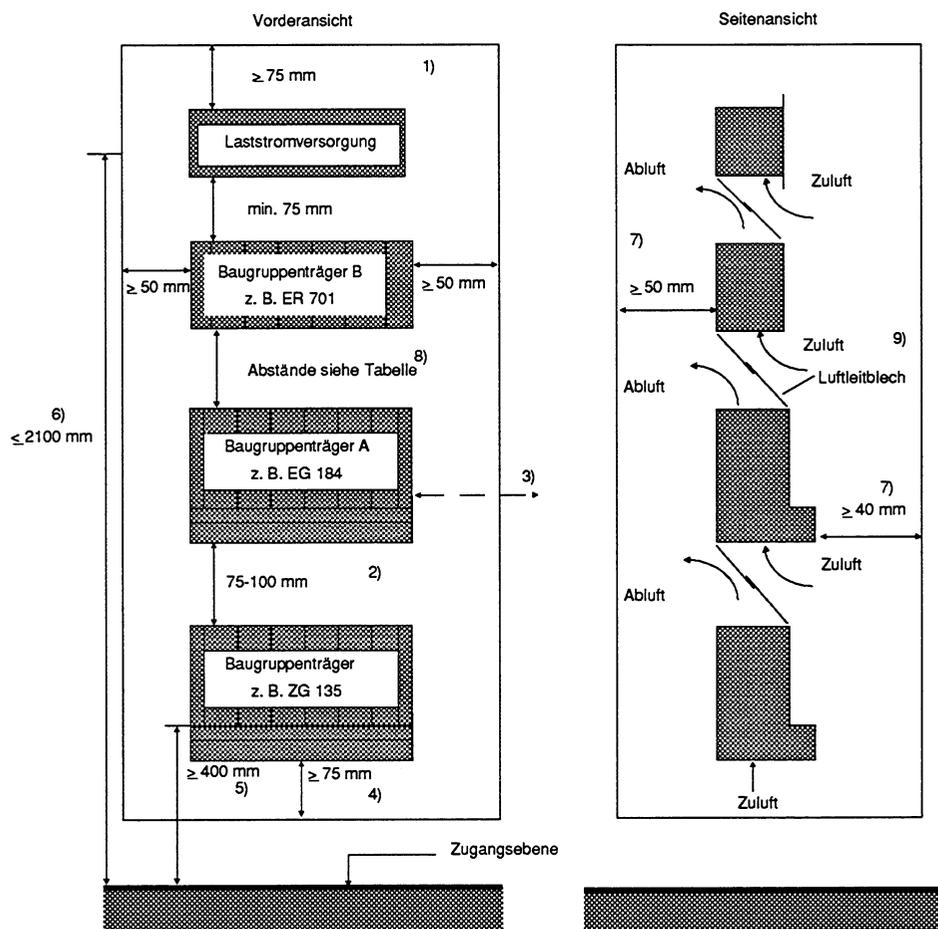

Bild 3-2 Aufbauabstände für SIMATIC-Steuerungen im Schrank
- Die Erweiterungsgeräte (EG) können mit dem jeweiligen Zentralgerät (ZG) in einem Schrank, aber auch in mehreren Schränken (zentral oder dezentral) untergebracht werden. Die Montage Maße der Baugruppenträger entnehmen Sie bitte Bild 3-2.
- Aufgrund der erforderlichen Geräteabstände und der maximal zulässigen Montagehöhe für Betätigungselemente können maximal drei SIMATIC-Geräte übereinander angeordnet werden (siehe Bild 3-2).
¹⁾ siehe Bild 3-2 Aufbauabstände für SIMATIC-Steuerungen im Schrank
Richtwerte für die zulässige Umgebungstemperatur eines Schrankes mit den Abmessungen 600 x 600 x 2200 mm in Abhängigkeit von der Verlustleistung sind Bild 3-3 zu entnehmen. Diese Werte treffen nur dann zu, wenn Sie die in Bild 3-2 angegebene Anordnung der Geräte im Schrank einhalten. Nähere Informationen entnehmen Sie bitte den Katalogen NV 21 und ET 1.